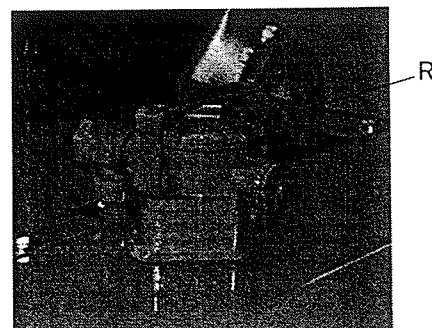

Bild 16
- Umgebung des Rücklauffilters von Schmutz befreien (Bild 16).